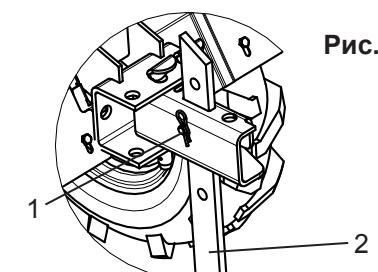

Рис. 11
- Для регулировки глубины обработки почвы необходимо отрегулировать по высоте ограничитель (Рис. 11).